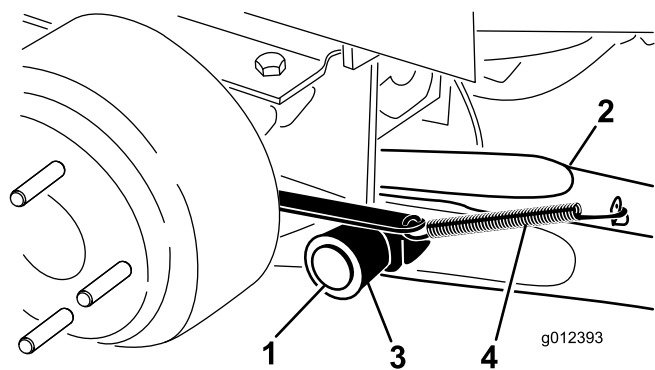

Figure 3
(Figure 3). Installez le bras de relevage avec le coude placé vers l'extérieur.
7. Accrochez le ressort de rappel de frein à la patte du bras de levage (Figure 3).